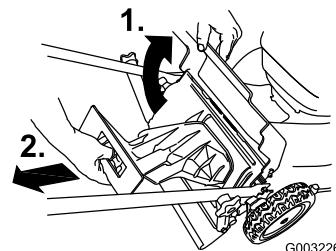

Figura 23
1. Levante y sujeté la puerta trasera (Figura 23).
2. Retire el tapón de descarga trasera (Figura 23).